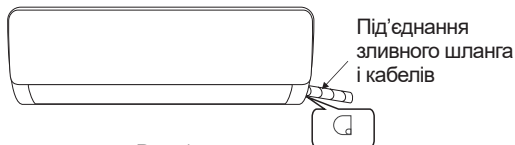

Рис. 1
1. Залежно від положення пристрою, трубопровід може бути прокладений збоку – зліва або справа (Рис. 1) – або вертикально ззаду (Рис. 2) (залежно від довжини труби внутрішнього блока). У разі бічного прокладення трубопроводу виріжте випускний отвір з протилежного боку.